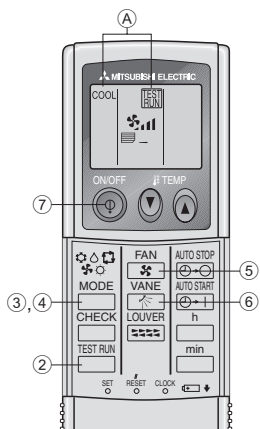

Fig. 7-2
7.2.2. Al usar el controlador remoto inalámbrico (Fig. 7-2)
- ① Encienda la unidad al menos 12 horas antes de la prueba de funcionamiento.
- ② Pulse el botón dos veces seguidas. (Inicie el procedimiento con la pantalla de estado del controlador remoto apagada.)
- ③ Presione el botón para activar el modo de refrigeración y compruebe si sale aire frío de la unidad.
- ④ Presione el botón para activar el modo de calefacción y compruebe si sale aire caliente de la unidad.
- ⑤ Pulse el botón y compruebe si cambia la velocidad del ventilador.
- ⑥ Presione el botón y compruebe que el sistema automático de desviación del aire funciona correctamente.
- ⑦ Presione el botón ON/OFF para finalizar el funcionamiento de prueba.